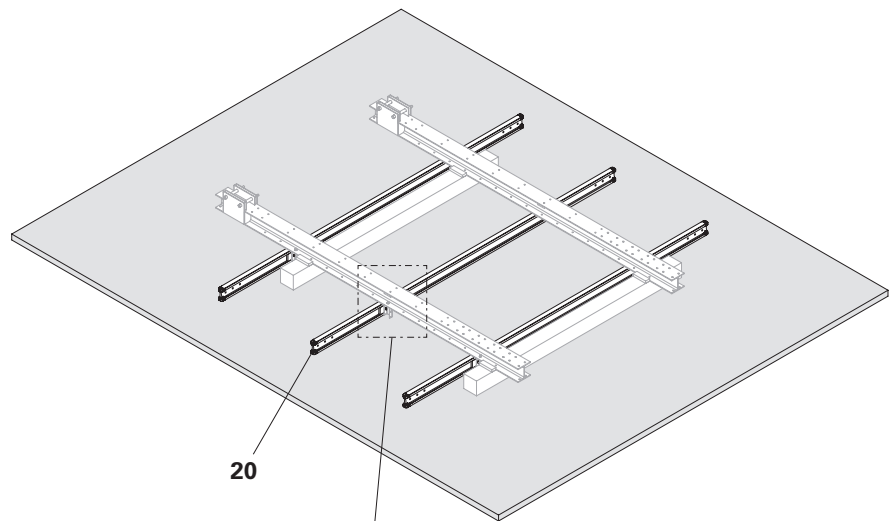

Fig. B9.09
4. Fissare la trave VT 20 (**20**) sull'attacco gabbie per scala VT 20 ACS (**54**) usando bullone ISO 4014 M16 x 90-8.8 (**211**), rondella ISO 7094 100 HV A 16 (**212**) e dado ISO 4032 M16-8 (**213**). (Fig. B9.09 + B9.09a)